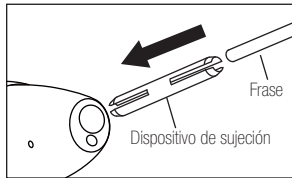

Fig. 2
- 2) Introduzca el tope de la fresa proporcionado en el dispositivo de sujeción. (Fig. 2)